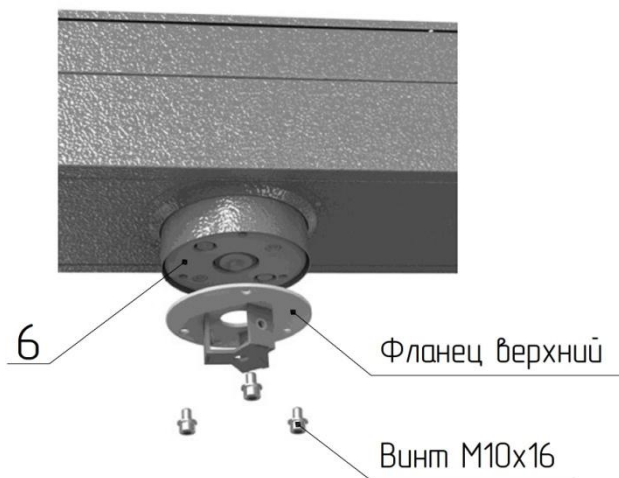

Рис. 5
– установите на диск муфты привода **6** (рис.5) верхний фланец центральной стойки и закрепите винтами М10х16; нижний фланец прикрепить к фланцу вала напольной плиты **7** винтами М8х16;